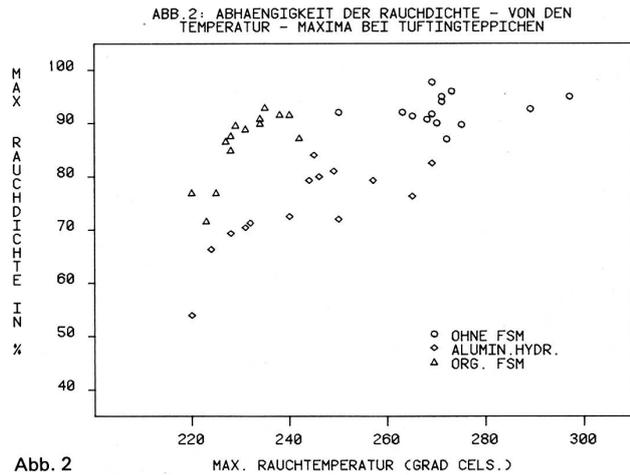

Abb. 2
Die Beziehungen zwischen Rauchdichte- und Temperaturmaxima bei den konstruktionsgleichen Bodenbelägen mit unterschiedlicher Ausrüstung können der Abb. 2 entnommen werden. Allgemein ist es so, dass die beiden Maxima ungefähr zum gleichen Zeitpunkt erreicht werden. In dieser Phase grösster Rauch- und Hitzeentwicklung wird meist auch die grösste Ausdehnungsgeschwindigkeit der Flammenfront erzielt.
Gemäss Abb. 2 wird also von den nicht flammfest gemachten Bodenbelägen (A) am meisten Wärme produziert, bei sehr hohen Rauchmaxima von 87 bis 98%. Zum Teil werden Rauchtemperaturen von gegen 300 °C erreicht, bei einer Anfangstemperatur von ca. 190 °C.